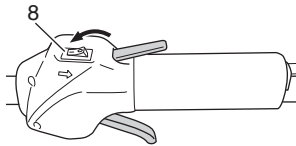

Fig. 8
- (1) Lleve la llave de ignición (8) a la posición ON (encendido). (Fig. 8)